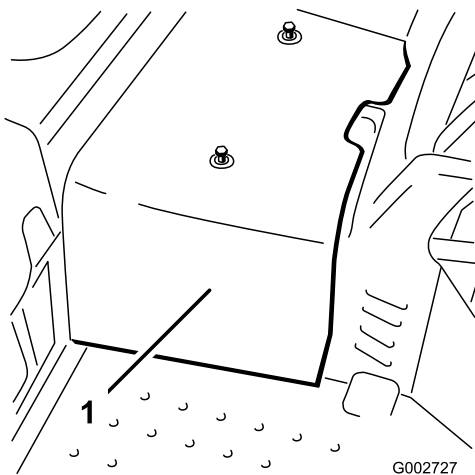

Figura 32
2. Retire las 2 tuercas que fijan la cubierta central a la máquina y retire la cubierta (Figura 32).